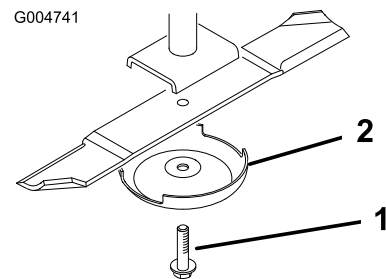

Figura 138
4. Sujete el extremo de la cuchilla con un trapo o un guante con acolchado grueso y retire el perno de la cuchilla, el protector del césped y la cuchilla del eje (Figura 138).